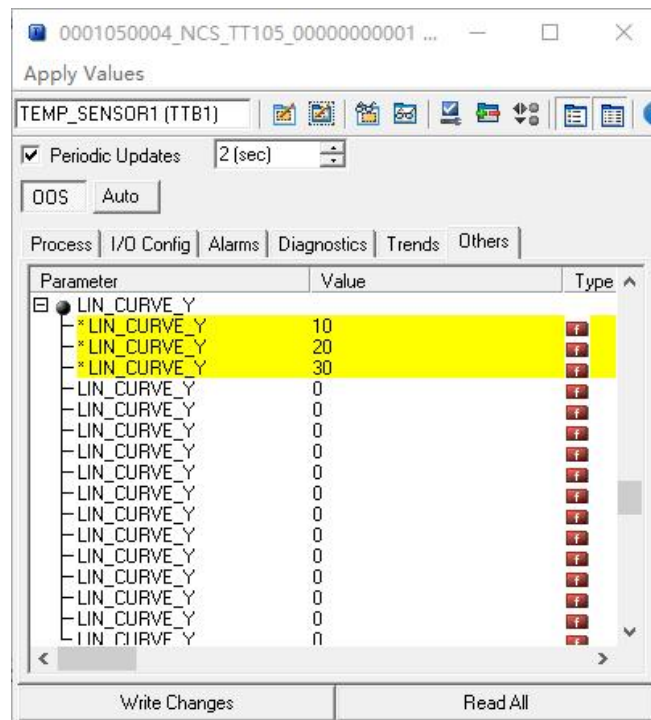

图 3.4 CAL\_POINT\_Y 的配置
- 1) 智能温度变送器提供 16 个校正点输入，即变换块的参数 CAL\_POINT\_Y 数组，用户可以依次将要校准的输出值写入数组并选择好单位。例如，在进行三点插值校准时，用户可选择 10，20，30 作为校准点，将这三个值依次写在 CAL\_POINT\_Y 数组里，如图 3.4 所示。